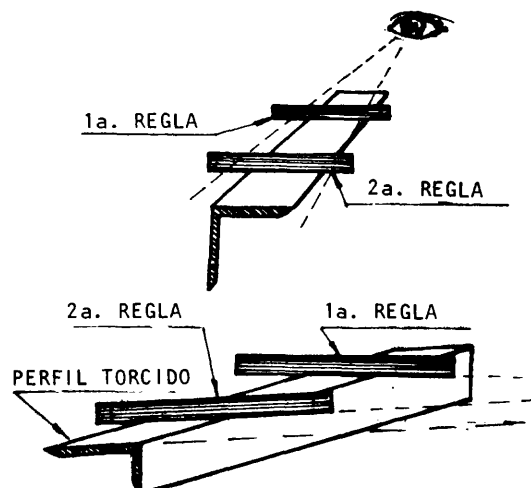

Fig. 5
- b Coloque la otra regla paralela a la primera y hágala correr por el ala hasta el otro extremo del perfil, verificando visualmente el paralelismo de las dos reglas (fig. 5).